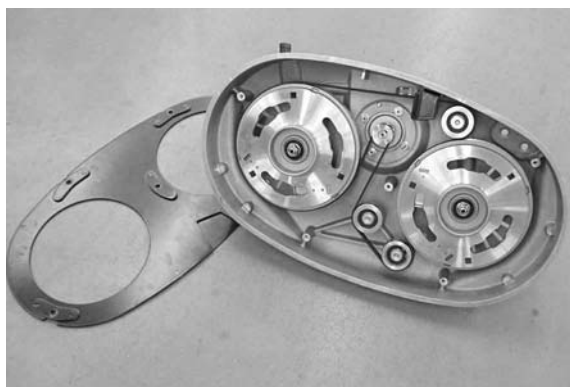

FIG. 68
4. Posez avec précaution la tête de brosse, avec la face inférieure vers le haut et retirez le carter de courroie; une clé de 10 mm est requise (Figure 68).